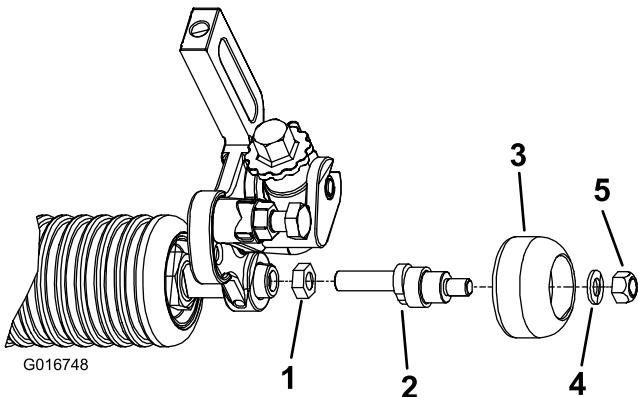

Bild 1
2. Schrauben Sie die obere Klemmmutter ganz in das Ende der Versatzwelle mit dem längeren Gewinde (Bild 1). Das verformte Ende der Klemmmutter wird zuletzt eingesetzt. Ziehen Sie sie nicht zu fest an.
3. Tragen Sie Blue Loctite auf das längere Gewindeende der Versatzwelle auf (Bild 1).
5. Stecken Sie die Zusatzrolle in das andere Ende der Versatzwelle und befestigen sie mit einer Scheibe und Sicherungsmutter (Bild 1).